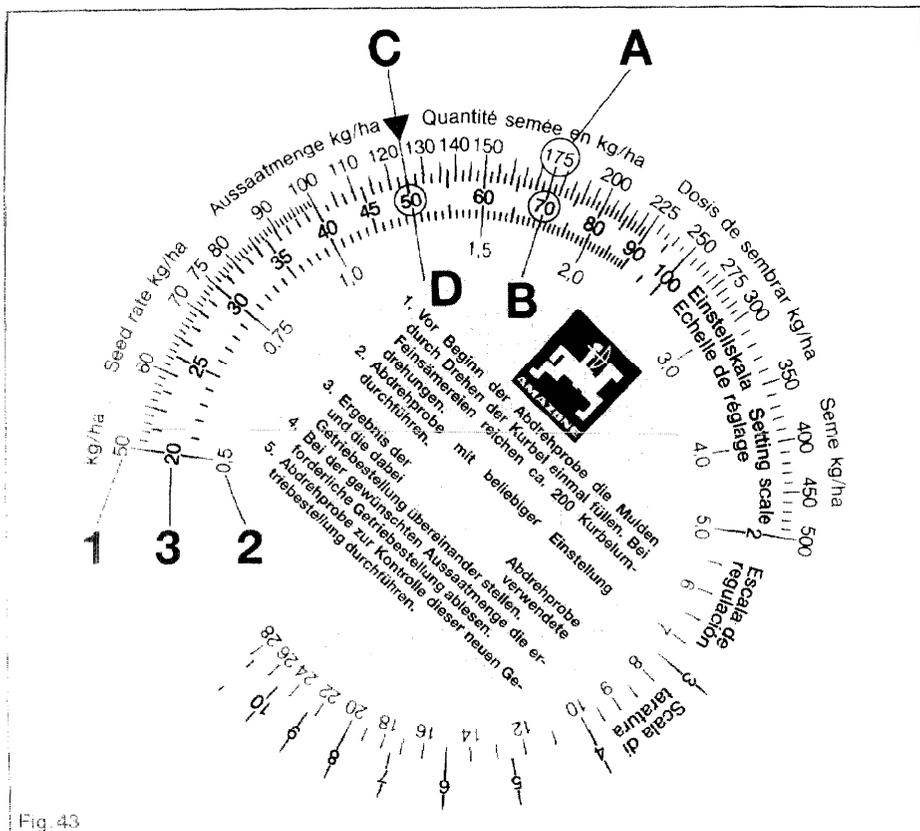

Fig. 43
Die **erste** Abdrehprobe ergibt in der Regel noch nicht die gewünschte Aussaatmenge. Mit den Werten der **ersten** Abdrehprobe kann jedoch die richtige Getriebe-Einstell-Nr. leicht mit Hilfe der beiliegenden Rechenscheibe (Fig. 43) ermittelt werden. Die Rechenscheibe besteht aus drei Skalen. Eine äußere weiße Skala (Fig. 43/1) für alle Aussaatmengen über 30 kg/ha und eine innere weiße Skala (Fig. 43/2) für alle Aussaatmengen unter 30 kg/ha. Auf der mittleren farbigen Skala (Fig. 43/3) sind die Getriebe-Einstell-Nummer von 1 bis 100 angegeben.
- Die Aussaatmenge 175 kg/ha (Fig. 43/A) und die Getriebe-Einstell-Nr. "70" (Fig. 43/B) auf der Rechenscheibe übereinander stellen.
- Lesen Sie nun auf der Rechenscheibe die Getriebe-Einstell-Nr. für die gewünschte Aussaatmenge von 125 kg/ha ab (Fig. 43/C). In unserem Beispiel ist das die Getriebe-Einstell-Nr. "50" (Fig. 43/D).